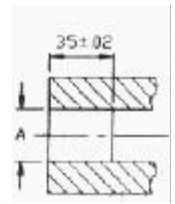

Fig.2 Dimensiones del receptáculo
2. El conector puede ser sostenido o montado por el cuerpo o el receptáculo <fig 2>, y no está diseñado para llevar cargas mecánicas. En muchos casos es preferible montar el conector con el cuerpo giratorio para reducir las cargas mecánicas que soportan.
2. Es preferible el montaje del conector haciendo girar el cuerpo, para evitar cargas mecánicas sobre el cojinete. **No montar nunca los finales rígidos en ambos finales del conector. Puede provocar un fallo en el conector.** Montaje de excentricidad límite a .005'' (.13mm). <fig 2>
<Fig 2> Dimensiones